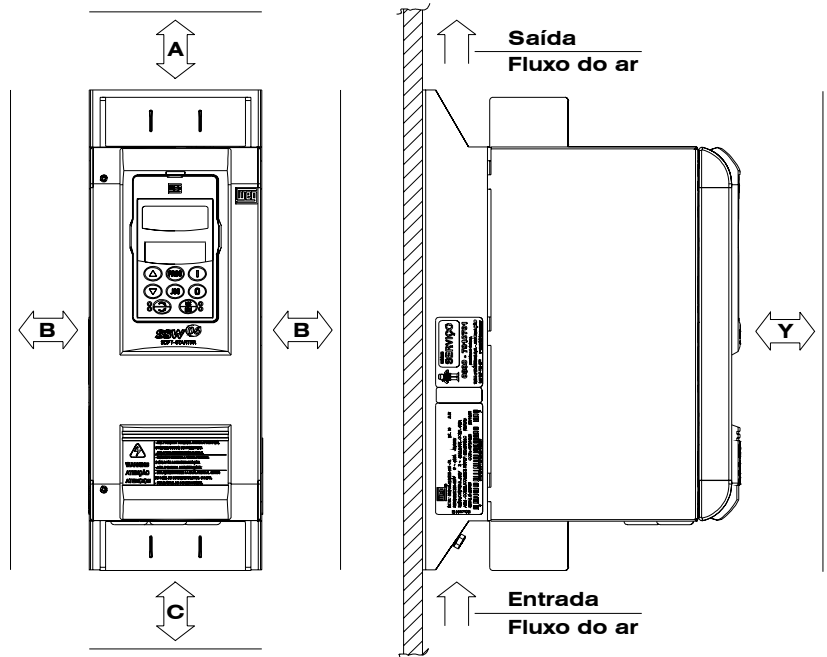

Figura 3.2 - Espaços livres para ventilação
- ☑ Deixar no mínimo os espaços livres ao redor da Soft-Starter SSW-06 como na Figura 3.2;